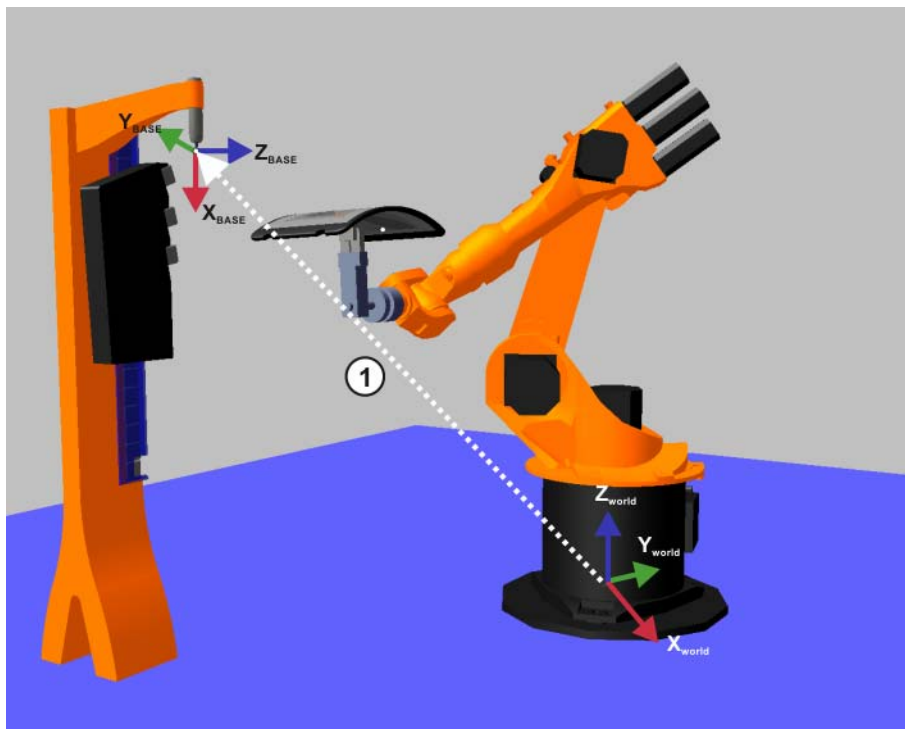

图 3-37: 固定工具的测量
(1) (>>> 图 3-37) 所示，以 \$WORLD (或者 \$ROBROOT) 为基准管理外部 TCP，即等同于基坐标系。